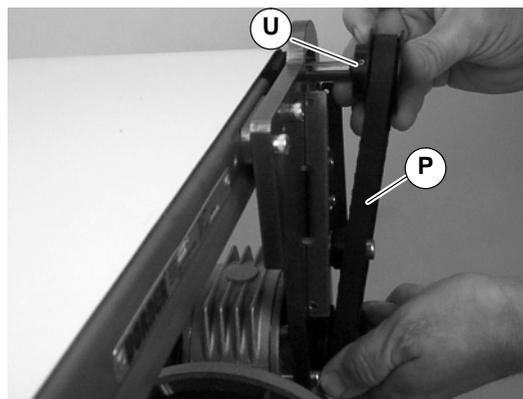

Abbildung 13
3. Zahnriemen (P siehe Abbildung 13) entfernen.
HINWEIS: Falls der Zahnriemen nicht über die Zahnscheibenflanke gleitet, die Madenschrauben der Abtriebszahnscheibe (U siehe Abbildung 13) lösen, und Zahnscheibe samt Riemen abnehmen (P). Für erneute Installation siehe Schritte 6 und 7 auf Seite 6.